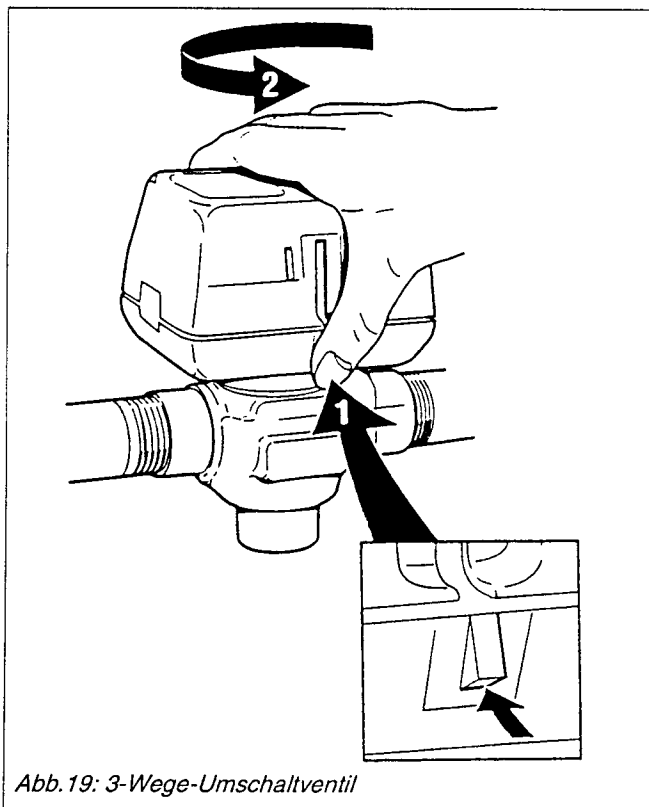

Abb. 19: 3-Wege-Umschaltventil
- Der Antrieb ist im Ventil eingerastet (s. Abb.19). Um ihn zu demontieren drücken Sie den Einrastknopf. Sie finden ihn direkt unter dem Handhebel. Drücken Sie den Antrieb mit leichtem Druck in Richtung Ventilkörper und drehen Sie ihn gleichzeitig eine $\frac{1}{4}$ Drehung (45°) entgegen dem Uhrzeigersinn.